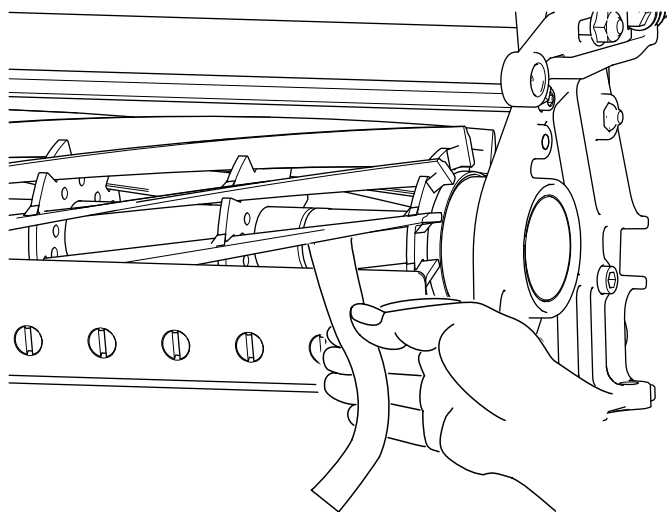

図 8
- B. 刃合わせチェックペーパー Toro P/N 125-5610 を、リールとベッドナイフとの間にに入れてベッドナイフに対して直角にセットし (**図 8**)、リールを **ゆっくりと** 前転させる紙が切れれば適切。切れなければステップ A と B を繰り返す。
に対して直角にセットし(図 8)、リールをゆっくりと前転させる紙が切れれば適切。左右のベッドバー調整ねじをそれぞれ1クリックだけ締め、もういちど紙を切るテストを行う。紙が切れるまでこれを繰り返す。